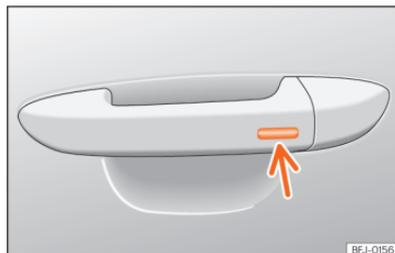

Fig. 67 Manípulo da porta: superfície sensora.
- **OU:** através do sistema Keyless Access (apenas fecho): Mantenha um dedo durante alguns segundos sobre a superfície sensora de bloqueio » » **Fig. 67** [seta] do manípulo da porta para fechar as janelas e o teto. Se deixar de tocar na superfície sensora, a função de fecho é interrompida.
Mantenha um dedo durante alguns segundos sobre a superfície sensora de bloqueio >>> Fig. 67 (seta) do manípulo da porta para fechar o teto. Se deixar de tocar na superfície sensora, interrompe a função de fecho.